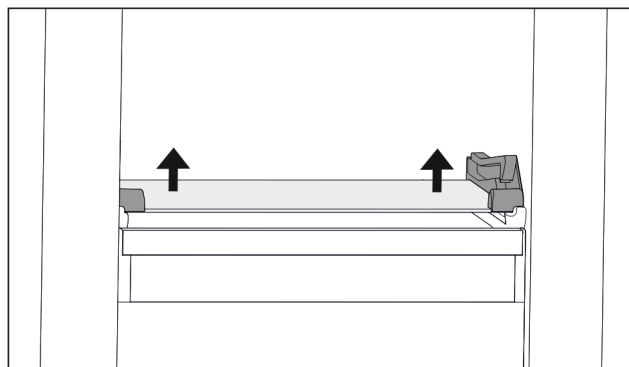

Fig. 107 Den nedklappelige skuffes glasplade
- ▶ Tryk glaspladen op nedefra i begge sider. (se Fig. 107)